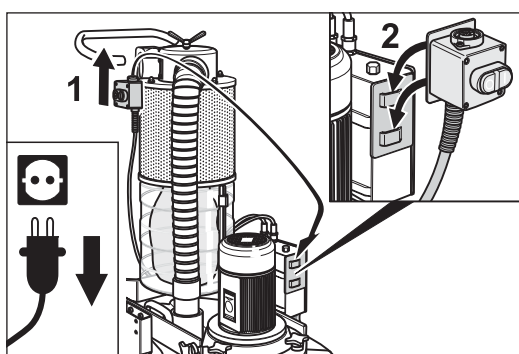

Abb. 56 Den Ein-/Aus-Schalter am Fahrgestell aushängen (1) und in die Transporthalterung am Schaltkasten einhängen (2).
- 3 Hängen Sie den Ein-/Aus-Schalter am Fahrgestell aus (Abb. 56, 1) und in die Transporthalterung am Schaltkasten ein (Abb. 56, 2).